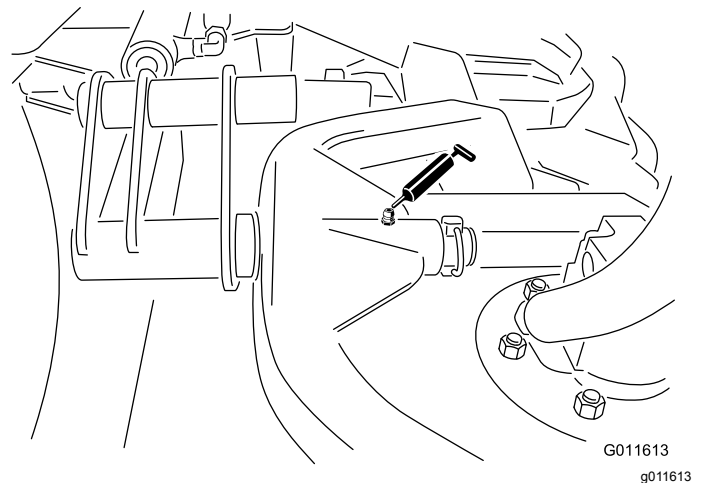

Figura 29
- Pivote del bastidor de tiro de la unidad de corte (1 en cada)—Figura 29